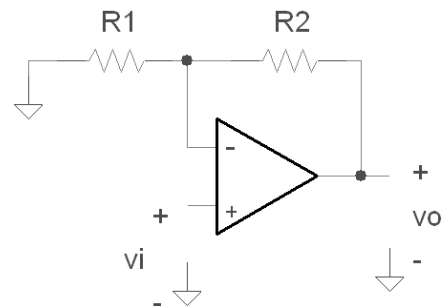

Figura 2
- Dissenyau i estimeu els errors d'amplitud en l'amplificador de la figura 2 per mesurar temperatura de 0 °C a 450 °C procedent d'un termoparell la sensibilitat del qual és de 55,5 $\mu\text{V}/^\circ\text{C}$.